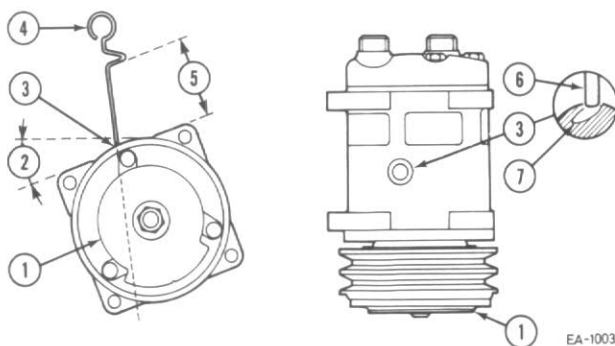

FIGURE 34
Retirez le bouchon (3) de remplissage, Fig. 34, et tournez le disque frontal de l'embrayage (1) (Ecrou de 19,05 mm (3/4")) jusqu'à ce que les pièces se placent pour permettre l'entrée de la jauge (4). La bielle de piston doit se trouver comme montré dans la figure.